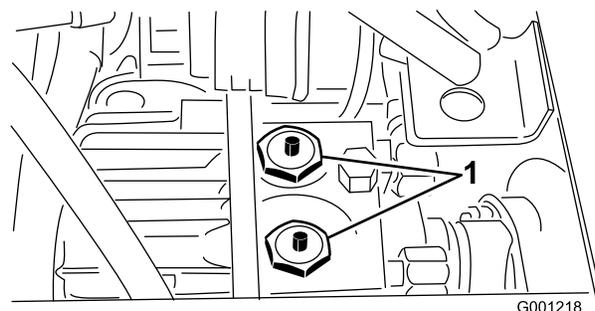

Figura 32
2. Quando spingete o trainate la macchina tenete premuti gli spilli posizionati al centro dei 2 gruppi delle valvole di ritegno nella parte superiore della trasmissione (Figura 32). La Figura 32 illustrata senza sedile e piastra di montaggio del sedile.